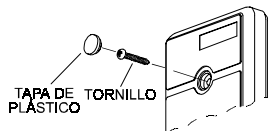

Figura 2. Apertura de la tapa
- K. Coloque la tapa del receptor, asegurándola a la base con el tornillo, y póngale la tapa de plástico del tornillo (ver figura 2).